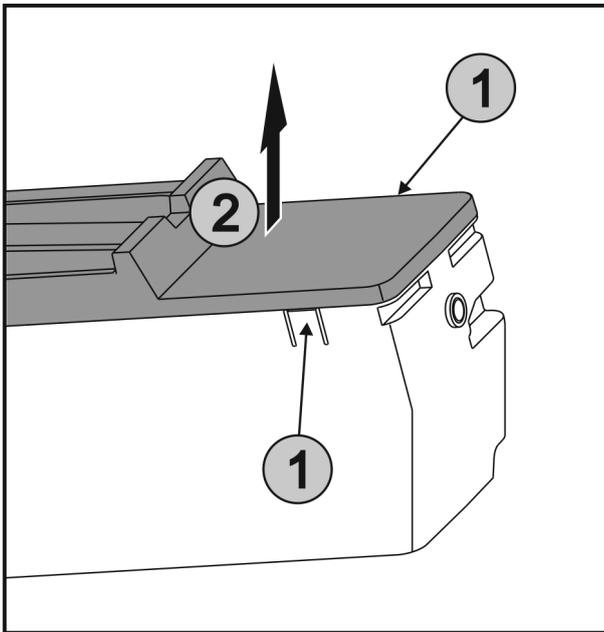

Fig. 47
- ▶ Appuyer simultanément sur les languettes Fig. 47 (1) des deux côtés de l'EasyTwist-Ice et retirer le couvercle Fig. 47 (2) vers le haut.